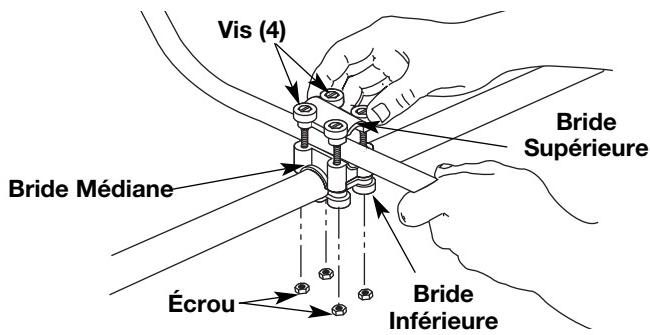

Fig. 1
- Placez la poignée entre les brides supérieure et médiane (Fig. 1).